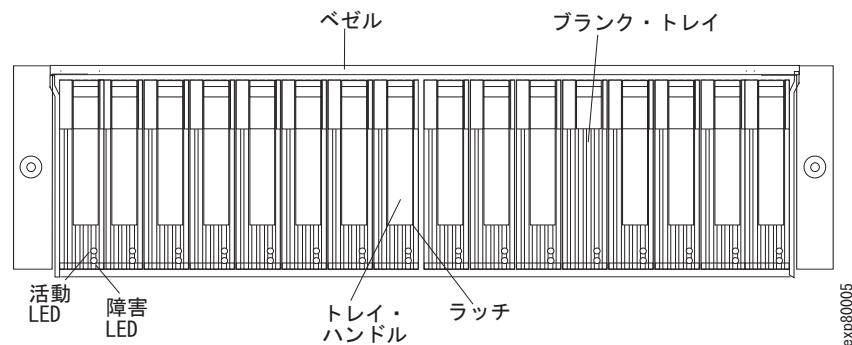

図 81. ホット・スワップ E-DDM LED
2. 図 81 に示される障害 LED を確認します。いずれかのこはく色の LED が点灯している場合は、181 ページの『問題の解決』を参照してください。